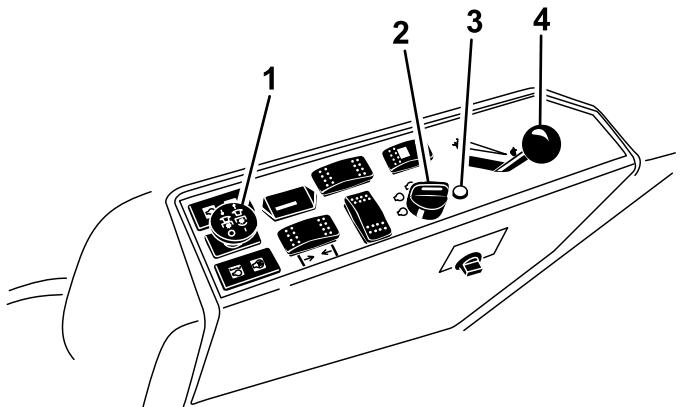

Figura 17
4. Mueva el interruptor de la toma de fuerza (TDF) a la posición de DESENGRANADO (Figura 17).
5. Ponga la palanca del acelerador en un punto intermedio entre las posiciones de RÁPIDO y LENTO (Figura 17).